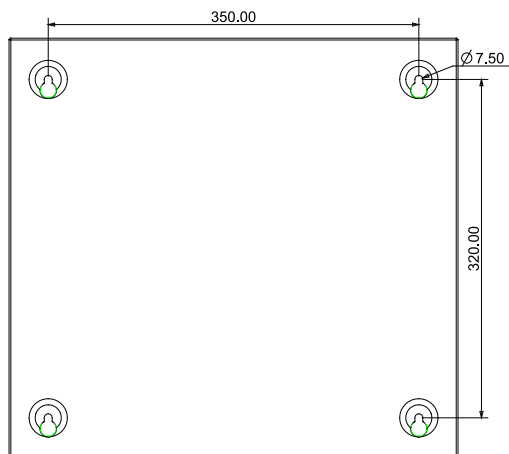

Рис. 3 Шаблон отверстий для монтажа (единица измерения: мм)
3. На стене наметьте места для 4 установочных отверстий (см. Рис. 3).